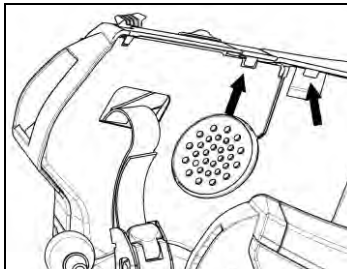

Fig. 17
- Riposizionare il rivestimento plastico del guanciaie, sistemandolo dietro i due gancetti di fermo (Fig. 17).